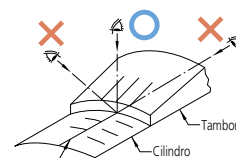

Fig. 4
2. Lea las graduaciones vistas directamente desde arriba para evitar errores de paralaje. (**Fig. 4**)